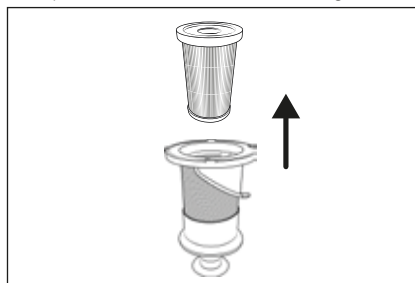

Fig. 19
- 4) Scoateți filtrul HEPA ⑤ din filtrul din oțel inoxidabil ⑥ introducând mâna în deschiderea filtrului HEPA ⑤ și trăgându-l din filtrul din oțel inoxidabil ⑥ (a se vedea fig. 19).